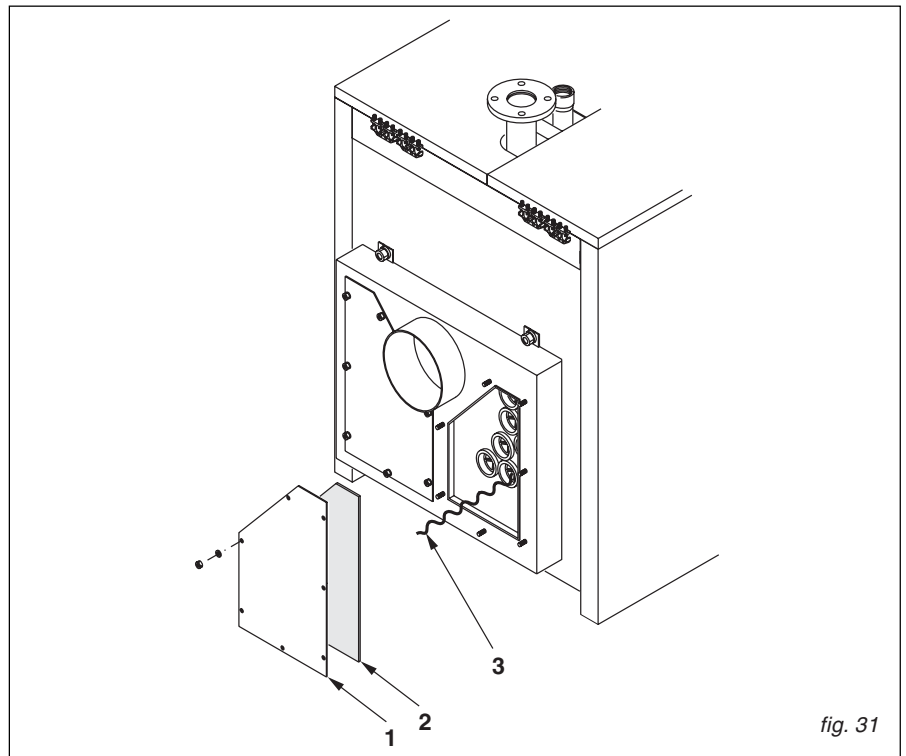

fig. 31
Consigliamo comunque di scuotere i turbolatori - posizionati nella parte posteriore dei tubi fumo - almeno una volta ogni 15÷20 giorni di attività del generatore per evitare che i residui di combustione possano bloccarli tanto da renderne la rimozione estremamente difficoltosa. Per questa operazione si accede dalla parte posteriore dopo aver tolto le portine pos.1 e le guarnizioni pos.2 di fig. 31; in questo modo tutti i turbolatori pos.3 saranno sfilabili.